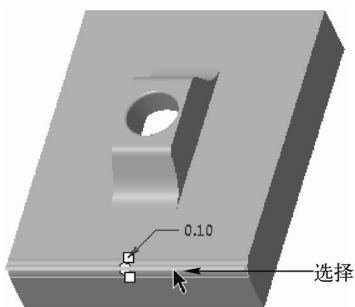

图 6-132 选择倒圆角的边线
STEP 03 打开“倒圆角”选项卡，在绘图区中选择要进行倒圆角的边线，如图 6-132 所示。